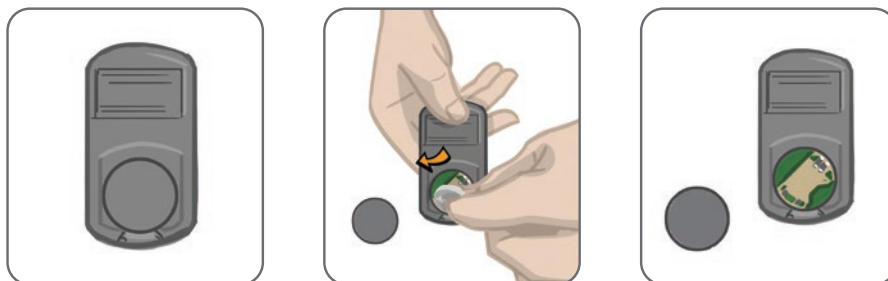

Figura 8-2: Înlocuirea bateriei unității de control
1. Folosiți adâncitura de pe spatele unității de control pentru a îndepărta capacul bateriei. Dacă întâmpinați dificultăți în deschiderea capacului, puteți folosi o monedă pentru îndepărtarea acestuia. Consultați Figura 8-2.
2. Scoateți bateria veche apăsând spre clemele metalice (în modul indicat de săgeata din Figura 8-2) și ridicați bateria cu atenție. Nu utilizați instrumente metalice, cum ar fi o șurubelniță.